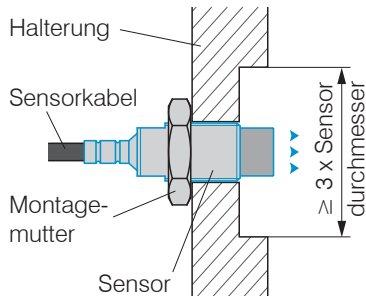

Abb. 10 Flächenbündige Montage eines ungeschirmten Sensors in einer metallischen Halterung mit Aussparung
- ▶ Montieren Sie ungeschirmte Sensoren bündig in die metallische Sensorhalterung, siehe Abb. 10. Achten Sie dabei auf eine Aussparung an der Halterung in der Größe des dreifachen Sensordurchmessers.